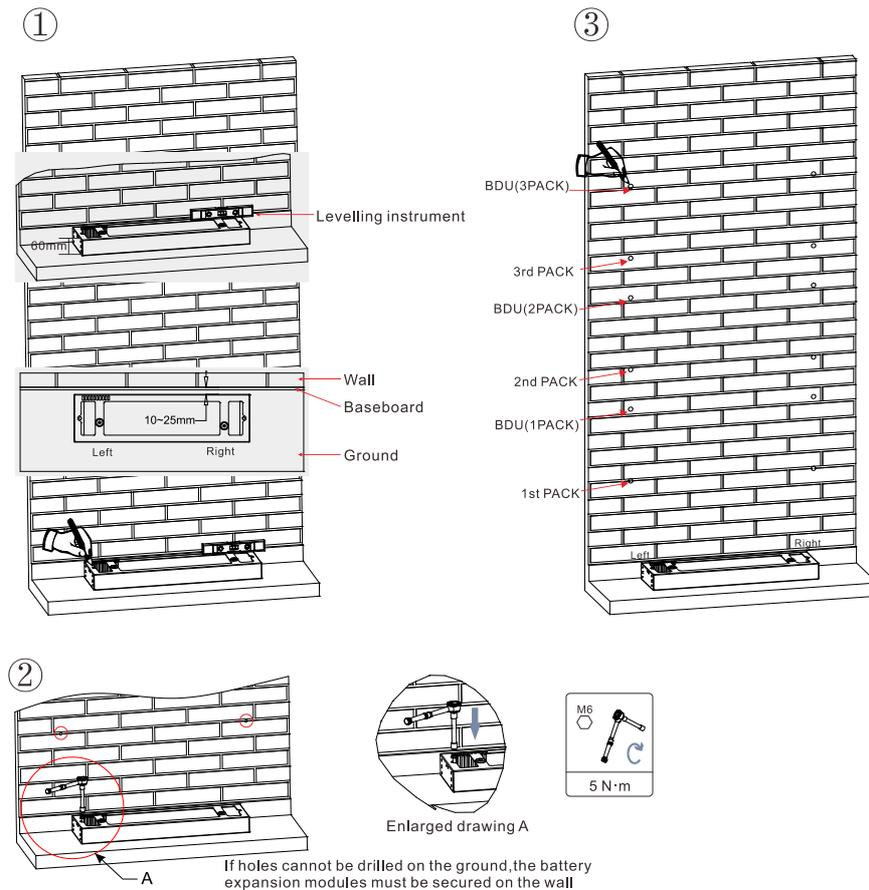

**Figura 10 – Medidas para la instalación del sistema**
- 3) Usar un rotulador para marcar los orificios de fijación del módulo de batería y la BDU según las medidas que se muestran en la Figura 10.